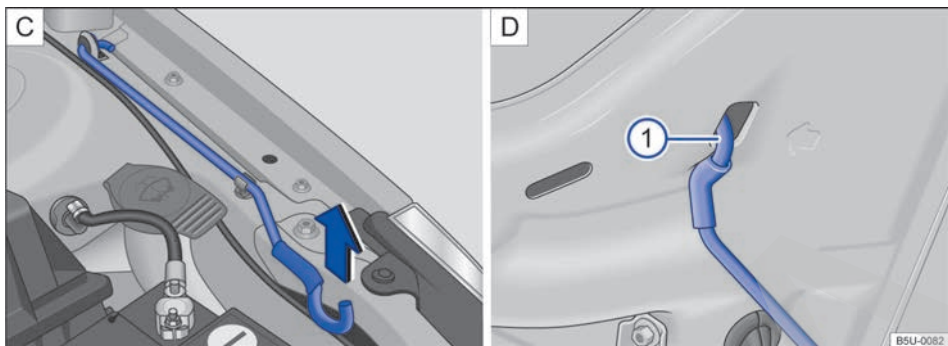

Fig. 125 C) Varilla de sujeción de la tapa del compartimento del motor. D) Tapa del compartimento del motor apoyada en la varilla de sujeción.
- Retirar la varilla de sujeción del soporte en el sentido de la flecha → fig. 125 C) y colocarla en la abertura de la tapa del compartimento del motor → fig. 125 ① D).
- Retirar la varilla de sujeción del orificio → fig. 125 ① D) y encajarla en el soporte del cierre → fig. 125 C).